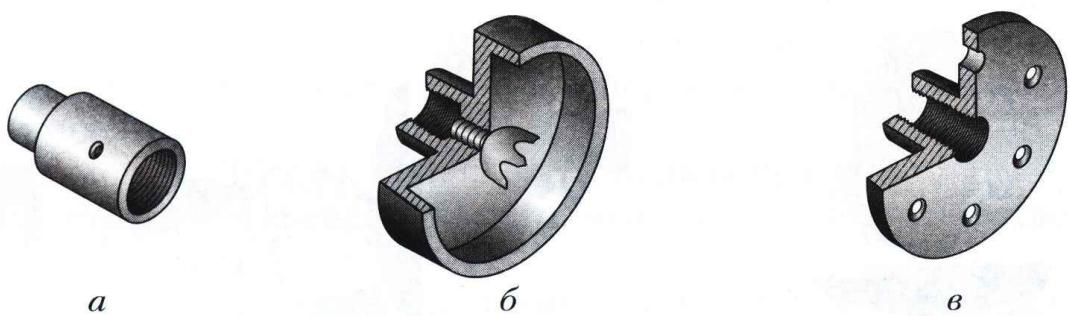

Рис. 22. Приспособления для закрепления заготовок: *а* – патрон; *б* – трезубец; *в* – планшайба
Для крепления заготовок используют следующие приспособления, которые навинчивают на резьбовой конец шпинделя: патрон, трезубец, планшайбу. *Патрон* (рис. 22, а и 23, а) применяют для закрепления в нём небольших коротких заготовок. Заготовку с одного конца обрабатывают на конус, вворачивают её этим концом в патрон и крепят винтом.
*Трезубец* (рис. 22, б и 23, б) служит для закрепления длинных заготовок, второй конец которых поджимают задним центром. Для надёжной установки трезубца в левом торце заготовки делают ножовкой пропил на глубину 5...8 мм, а для надёжного поджатия заготовки задним центром в середине правого торца
*Планшайба* (рис. 22, *в* и 23, *в–д*) предназначена для закрепления плоских заготовок большого диаметра и небольшой длины, например заготовок для изготовления декоративных таре-